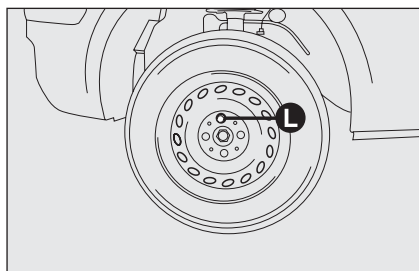

рис. 5
- ☐ Для комплектаций, имеющих колпак ступицы колеса, после ослабления 3 крепежных болтов снимите колпак, а затем отверните четвертый болт **L-рис. 5** и снимите колесо;